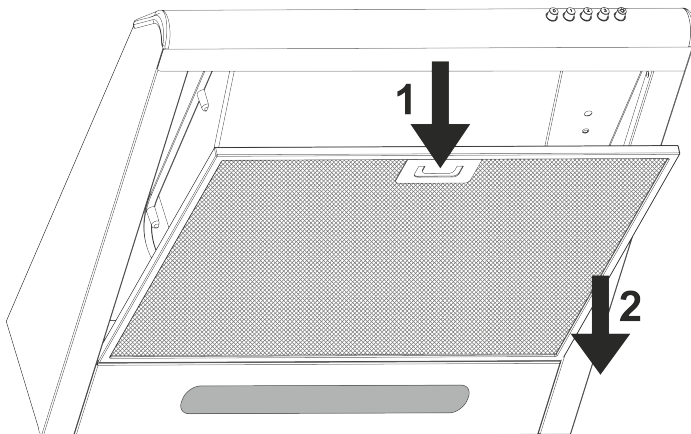
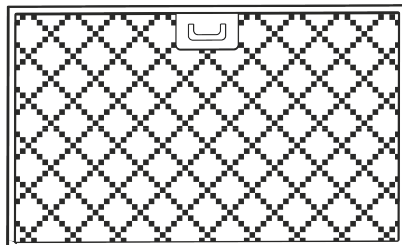

Рис. 8
Рис. 10
Для снятия алюминиевого фильтра (**рис.8**) следует нажать на пружинную **задвижку 1** на фильтре **и потянув на себя вниз 2**, снять его. Установка фильтра выполняется в обратном порядке.
- снять алюминиевый фильтр **1 (рис.8)**, формат фильтров показан на (**рис.10**);